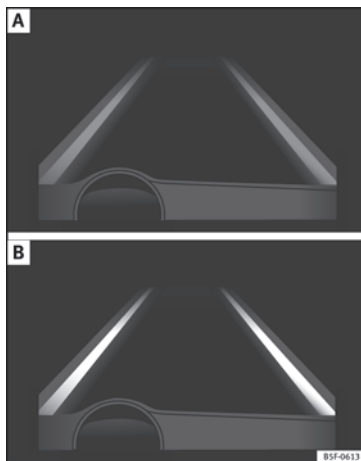

Fig. 207 Sur l'écran du combiné d'instruments : indication sur l'écran de l'assistant de maintien de voie (exemple 1).
- L'assistant est activé, mais indisponible car la vitesse minimale n'a pas été atteinte ou car il ne reconnaît pas les lignes des voies » **fig. 207 A**.
- L'assistant est activé et disponible, il reconnaît les deux lignes de la voie. Il n'est pas en train de corriger la trajectoire » **fig. 207 B**.